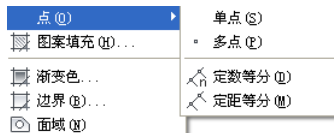
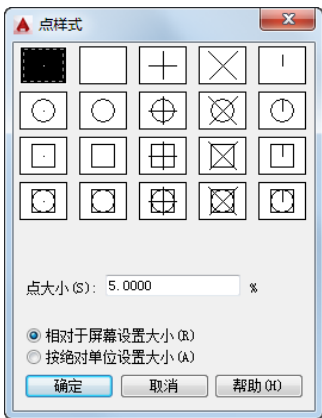

图 2-37 “点”子菜单
图 2-38 “点样式”对话框
(1) 通过菜单方法操作时(如图2-37所示),“单点”选项表示只输入一个点,“多点”选项表示可输入多个点。
- (2) 可以打开状态栏中的“对象捕捉”开关设置点捕捉模式，帮助用户拾取点；
- (3) 点在图形中的表示样式，共有20种。可通过命令DDPTYPE 或拾取菜单：格式→点样式，弹出“点样式”对话框来设置，如图2-38所示。